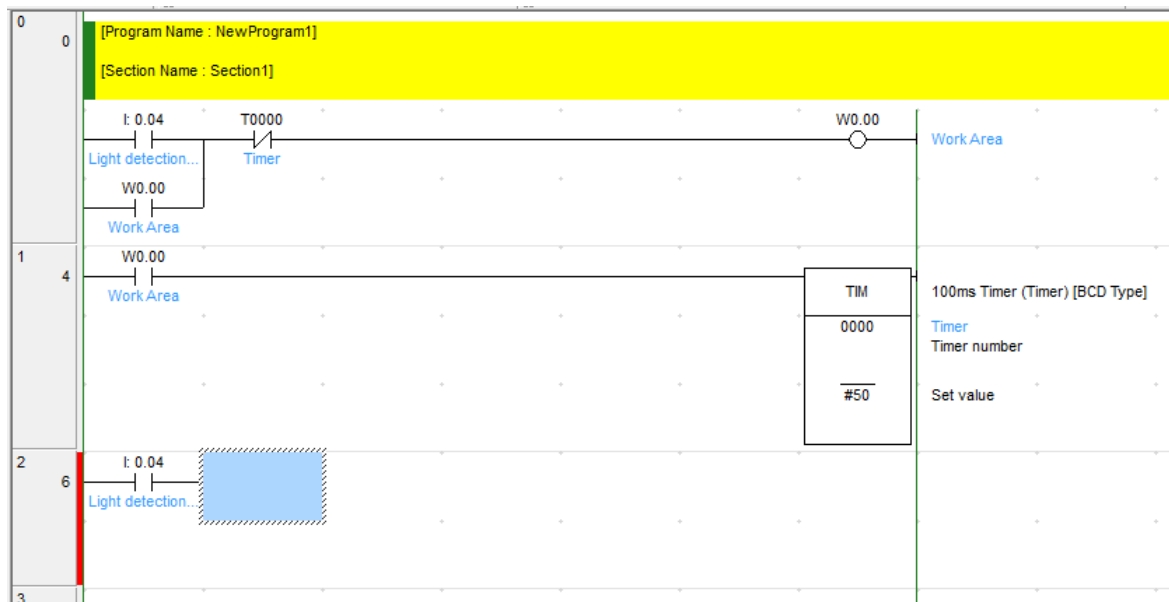

Рисунок 36 – Ввод контакта I:0.04
1. Нажмите клавишу [C]. Введите контакт «004» (рисунок 36). Затем нажмите клавишу [Ввод], при этом должно быть активно диалоговое окно «Edit Comment».